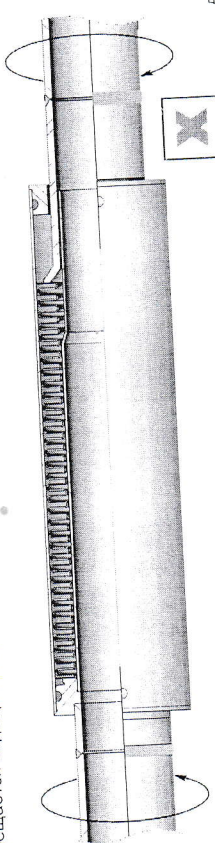

Рис. 2
- 3.5. Запрещается подвергать сифонные компенсаторы воздействию торсионного вращения (Рис.2).